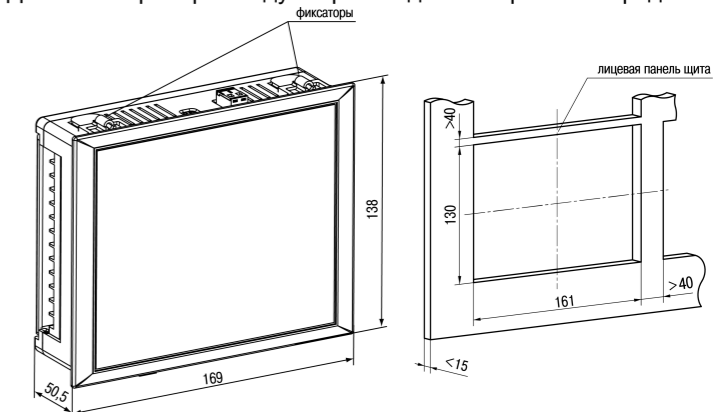

Рисунок 2 – Габаритные размеры корпуса Щ7
1. Подготовить на щите управления монтажный вырез для установки прибора (см. рисунок 2).